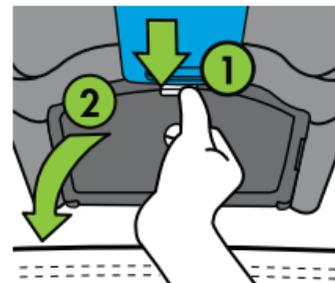

Figure 59
- Ouvrez la porte du bac DUA en appuyant et en maintenant le haut de la languette de verrouillage, puis en tournant la porte du bac DUA vers le bas, comme indiqué dans la **Figure 59**.